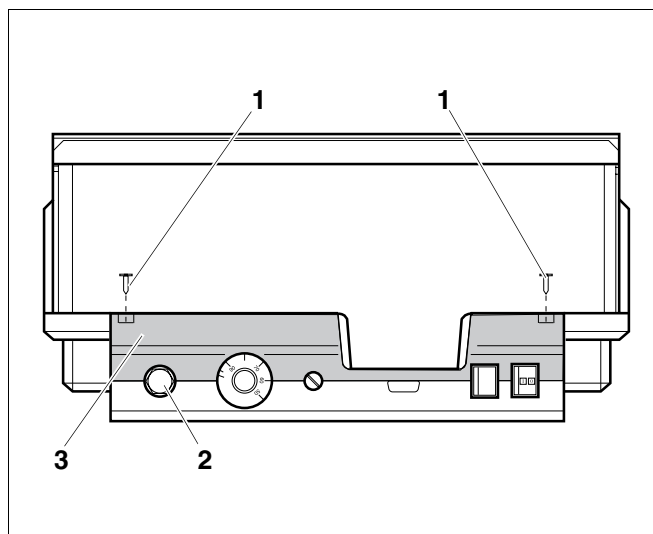

Fig. 1 Apparato di regolazione Logamatic 4...
- Per impostare le temperature richieste è necessario estrarre il limitatore della temperatura di sicurezza (STB) (fig. 1, pos. 2) dall'involucro.
- Per smontare il limitatore della temperatura di sicurezza svitare entrambe le viti (fig. 1, pos. 1).
- Rimuovere il coperchio (fig. 1, pos. 3).
- Svitare la calotta di protezione (fig. 1, pos. 2).